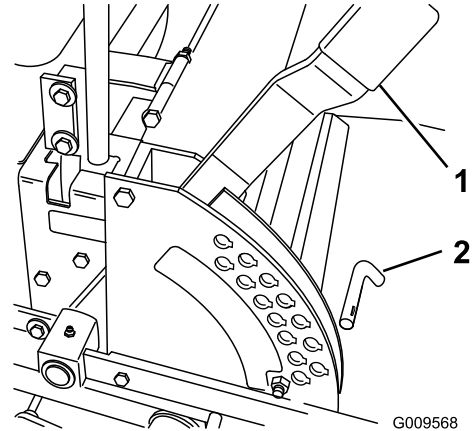

Figura 30
1. Ponga la palanca de ajuste de la altura de corte en la posición de TRANSPORTE (que es también la posición de altura de corte de 127 mm) (Figura 30).
2. Para ajustar la altura de corte, retire el pasador del soporte de altura de corte (Figura 30).
3. Seleccione el taladro del soporte de altura de corte que corresponde a la altura de corte deseada, e inserte el pasador (Figura 30).